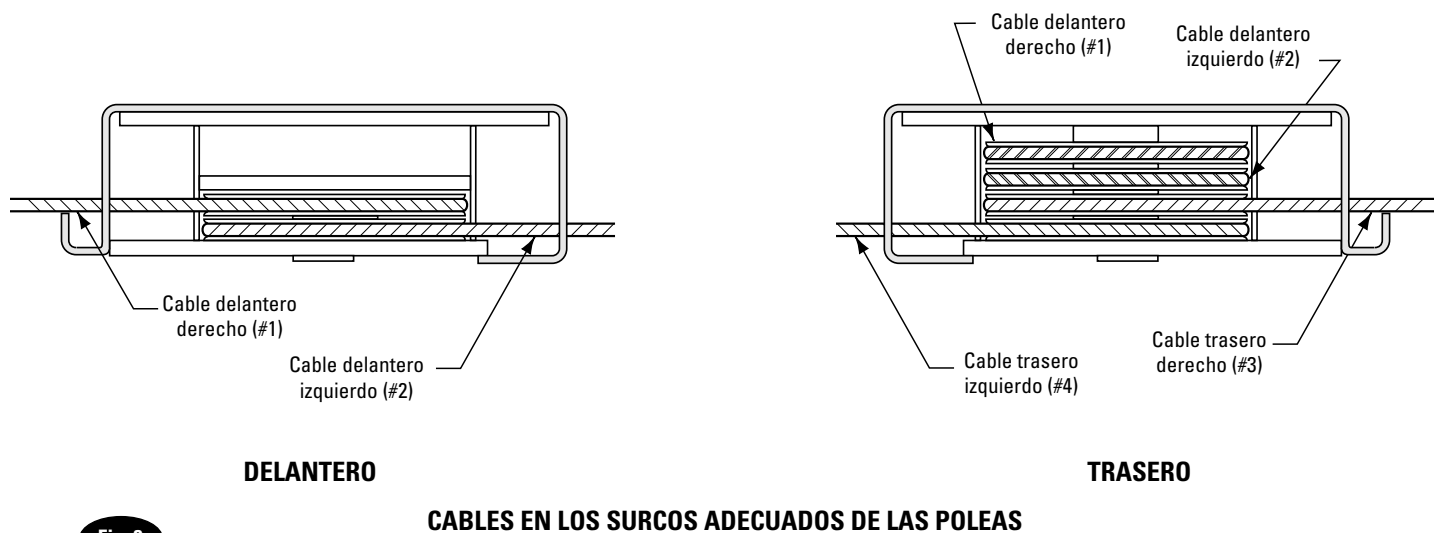

Fig. 3
- B. Coloque el carril izquierdo en la bahía con la conexión de la manguera de cilindro hidráulico al frente de la bahía. Los cables y poleas están pre-ensamblados en el carril. El carril tiene que levantarse del piso para que las fijaciones del embalaje puedan retirarse de los extremos del cable, de las líneas hidráulicas y neumáticas, así como de la barra del cilindro. Tire hacia fuera de los extremos del cable, así como de las líneas hidráulicas y neumáticas para su ensamblaje. Asegúrese que los cables estén en las ranuras adecuadas de la polea, Fig. 3.